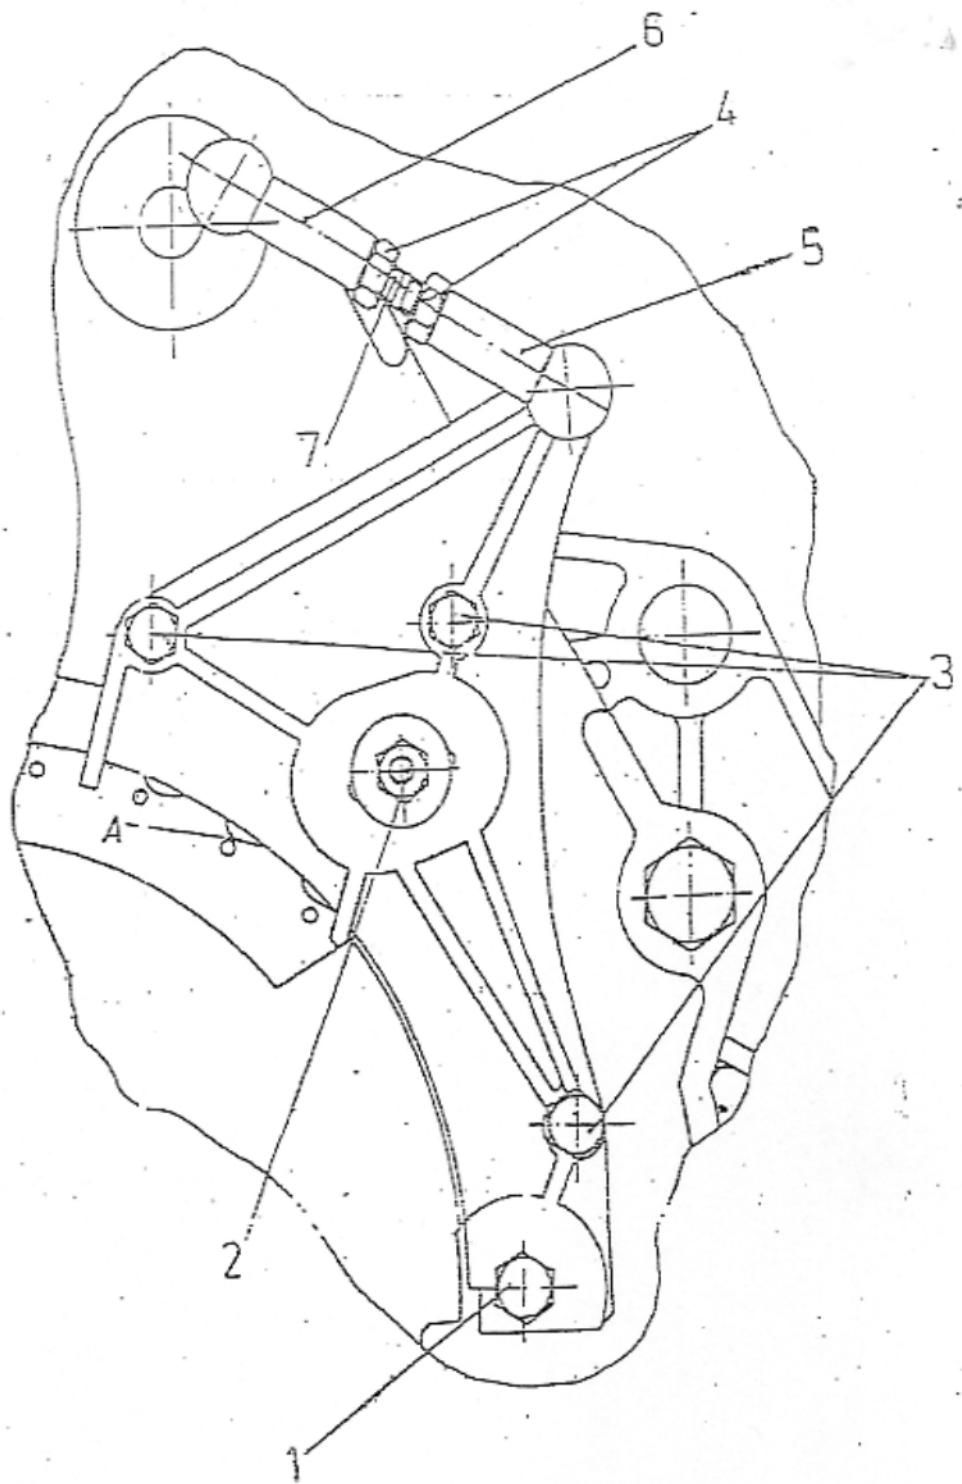

Рис.16
8.3.9. При необходимости проведите регулировку съемника семян (см. рис. 16)